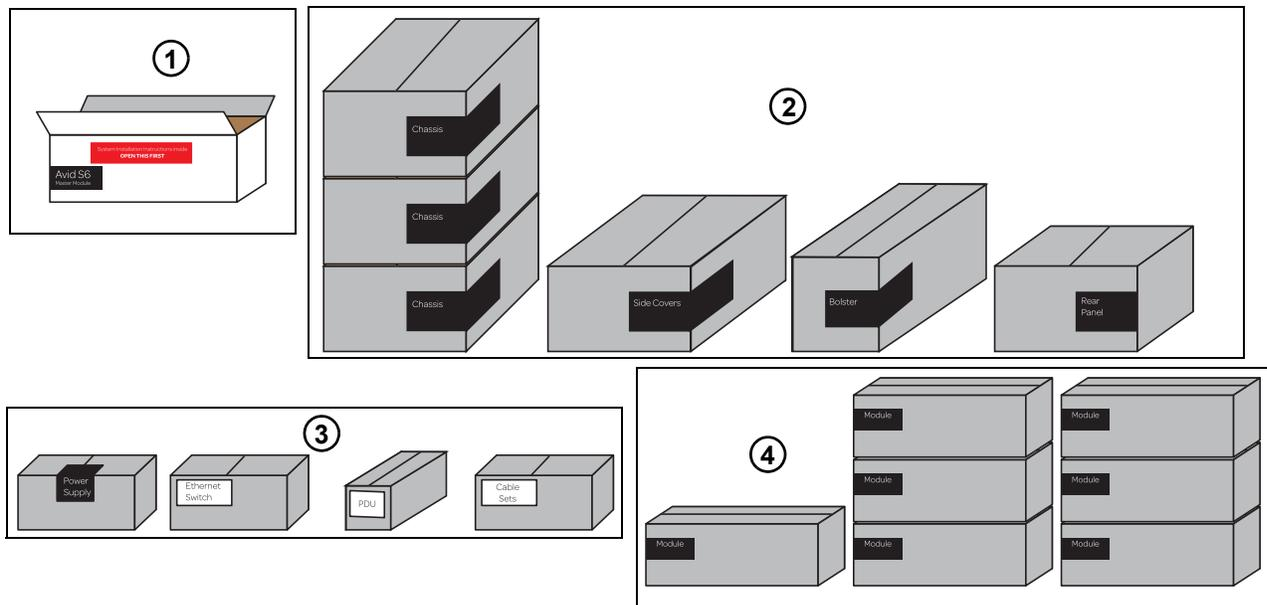

Abbildung 1. Bereitgestellte Pakete vor der Montage am Beispiel des S6 M10 16-5-Systems:
- Ordnen Sie die Pakete in der richtigen Reihenfolge, die Ihr System bilden (siehe Abbildung 1), um die Montage zu erleichtern. Alle benötigten Werkzeuge befinden sich im Seitenabdeckungspaket (siehe „Lieferumfang“ auf Seite 2).